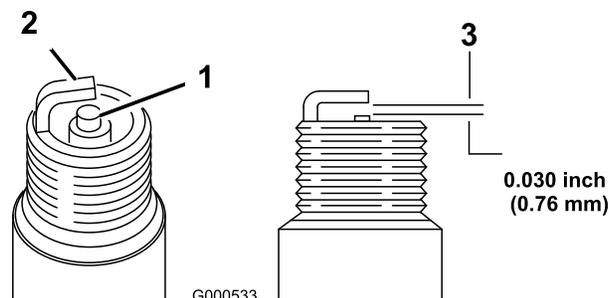

Рисунок 19
5. Установите в свече зазор, равный 0,76 мм, как показано на Рисунок 19.